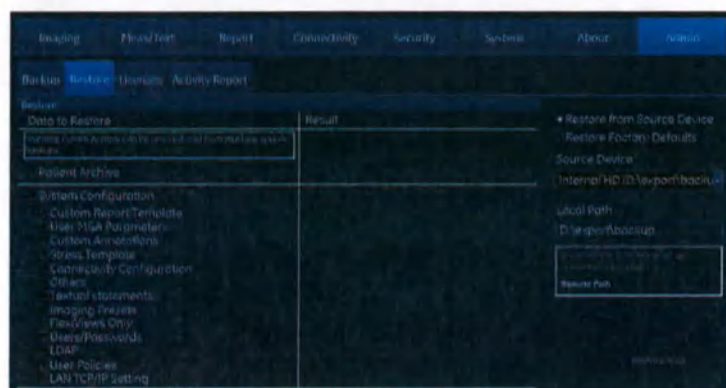

Рис. 10-69. Вкладка восстановления
- Один или несколько **пунктов конфигурации системы** для восстановления частей системных настроек и установок пользователя (см. Рис. 10-69).